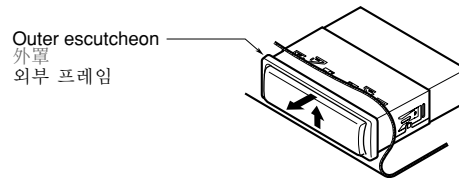

Figure 9 / 图 9 / 그림 9
- Press the outer escutcheon upward and remove it. (Figure 9)
- 向上按压外罩将其取下。（图 9）